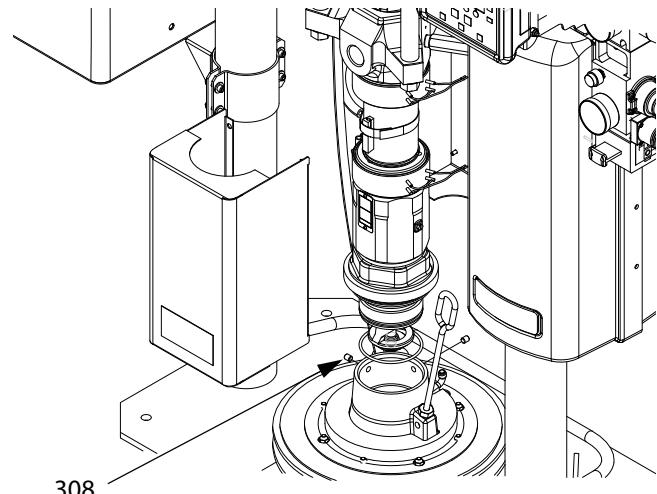

**Рис. 41. Монтажный комплект для емкости 208 л**
- Прикрепите насос к опорной емкости с помощью винтов (103a) и зажимов (103b). См. Рис. 41.